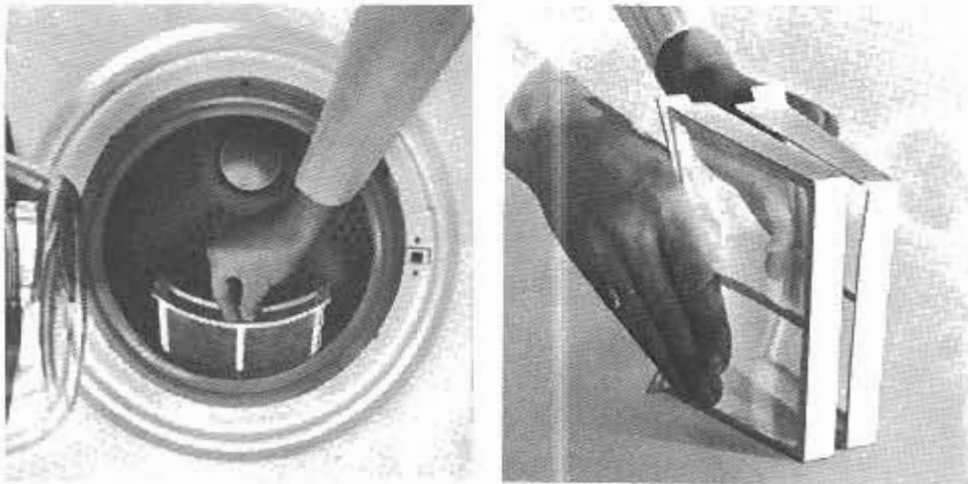

Fig. 5
- 1) Extraire le filtre mobile de l'intérieur de l'appareil (fig. 5).